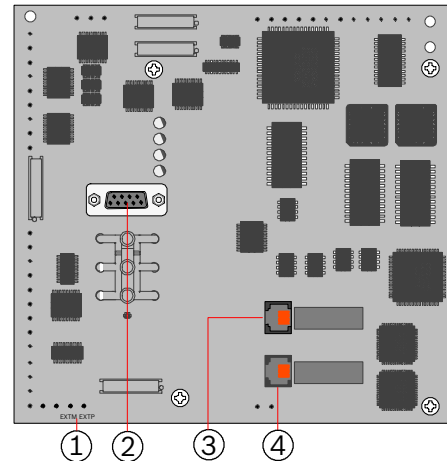

Bild 7 Modem AT 2000 ISDN
- Verbinden Sie die Telefonkabel mit der AT 2000 ISDN an den Anschlüssen 2 und 3 (Bild 7).
- Verbinden Sie das V.24-Schnittstellenkabel mit der AT 2000 ISDN am Anschluss 1 (Bild 7).
- Verbinden Sie das Spannungsversorgungskabel mit der AT 2000 ISDN an den Pins EXTM und EXTP (Bild 7).